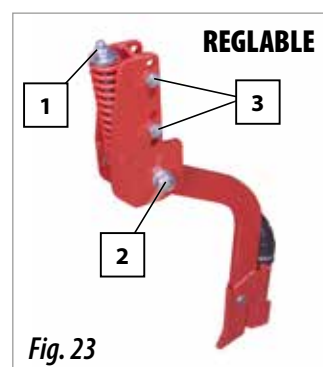

Fig. 23
Pour régler la pression transmise par le bras au sol, agissez sur l'écrou du ressort (1, figure 23). Ces bras sont attachés au support par un boulon spécial SOLÀ (2, figure 23) avec un écrou autobloquant. En agissant sur cet écrou, le jeu latéral du bras est contrôlé. Ces bras sont réglables en profondeur, ce qui permet d'abaisser les bras pour régler leur hauteur:
- 1- Retirez les boulons et les écrous (3, Fig. 23).
- 3- Insérez les boulons et les écrous dans la nouvelle position. (3, figure 23).